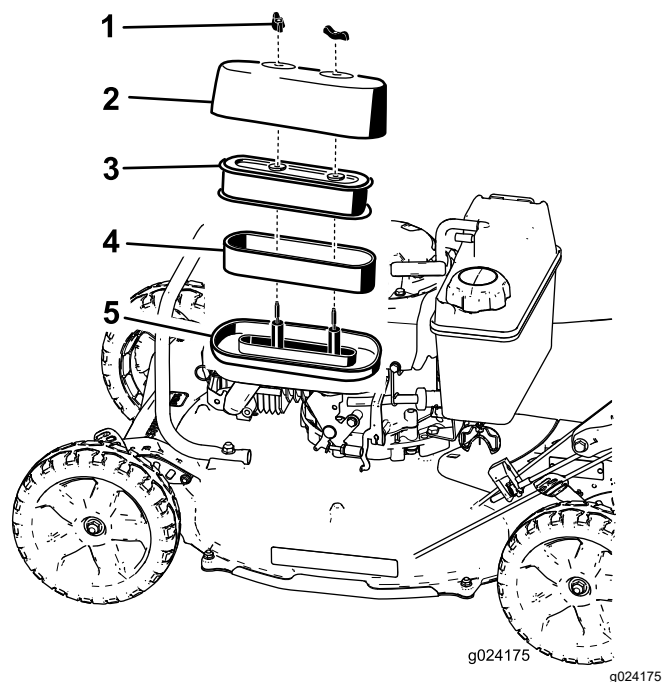

Figura 23
3. Retire las 2 tuercas que fijan la tapa (Figura 23).
5. Separe cuidadosamente los elementos de gomaespuma y de papel de la base del limpiador de aire (Figura 23).
6. Separe el elemento de gomaespuma del elemento de papel (Figura 23).